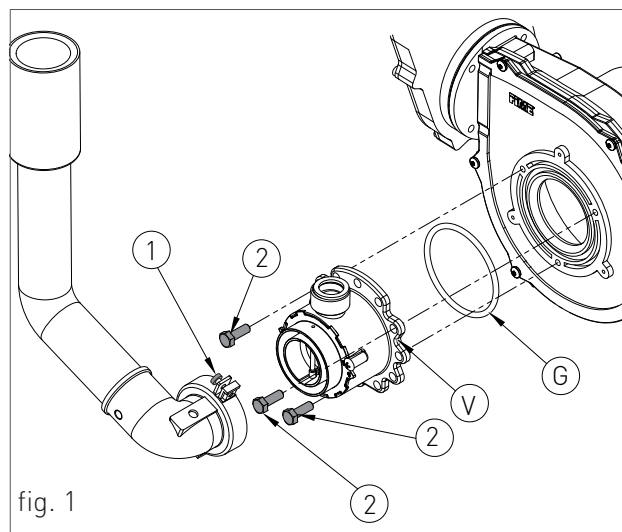

fig. 1
- › svitare le tre viti di fissaggio '2' (fig.1) del venturi 'V' (fig.1) con una chiave da 10, tipo come in figura 2;
- › sostituire il venturi con quello adatto al tipo di gas di rete (cod. 30-00207 per metano), e rimontare i componenti procedendo in senso inverso rispetto alle operazioni di smontaggio assicurandosi che venga rimontata la guarnizione 'G' come in fig.1;